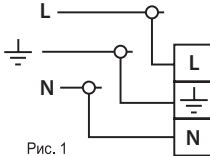

Рис. 1
3. З'єднайте підготовлені кінці проводів до проводів світильника позначених L, N, ⊕ способом допустимим «Правилами улаштування електроустановок». WOLTA® рекомендує застосовувати клемні колодки (Рис. 1).